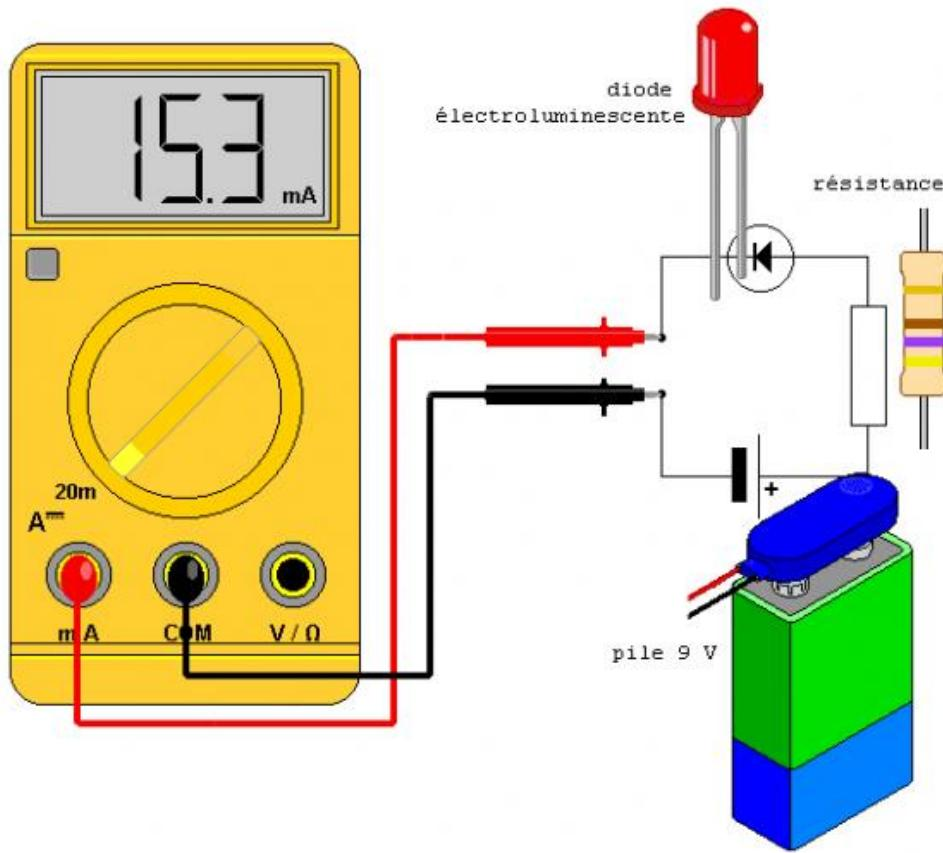

Figure 7. Branchement d'un multimètre en série au circuit.
2. En mode **basse impédance**, ce qui signifie que le multimètre n'influencera pas le circuit lorsqu'il est branché en série avec un composant ou un circuit (Figure 7). Ce mode est utilisé pour mesurer le courant qui circule dans un circuit. Pour se brancher dans ce mode, il faut brancher le fil noir dans le port **COM** ou – et le fil rouge dans le port **mA** ou **10 A**. Si vous branchez le fil rouge dans le port mA, la lecture sera plus précise, mais le courant maximum autorisé sera moindre (et munis d'un petit fusible). Le port 10 A, comme son nom l'indique, permet de lire des courants plus forts, jusqu'à un maximum de 10 A, mais sera légèrement moins précis.